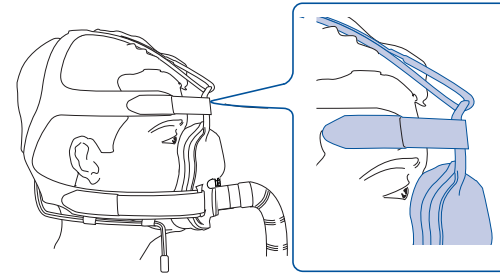

Abbildung: 6
- 6 Eine korrekt angelegte Maske sollte so aussehen (Abb. 6).